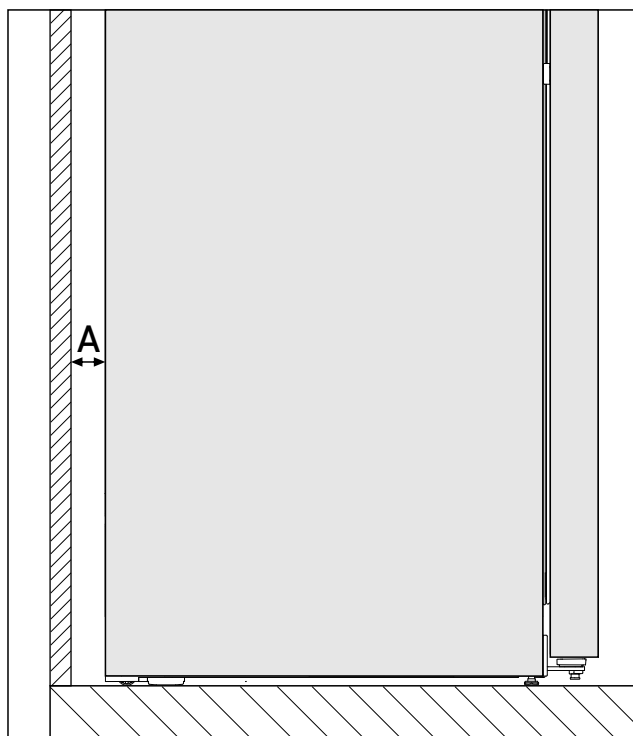

Fig. 3 *
Consumul de energie a fost determinat cu o distanță față de pereți Fig. 3 (A) între partea posterioară a aparatului și perete. Dacă distanța față de perete este mai mică de Fig. 3 (A), acest lucru nu are nicio influență asupra funcționalității aparatului, însă se mărește nesemnificativ la o distanță față de pereți mai redusă a consumului de energie.*